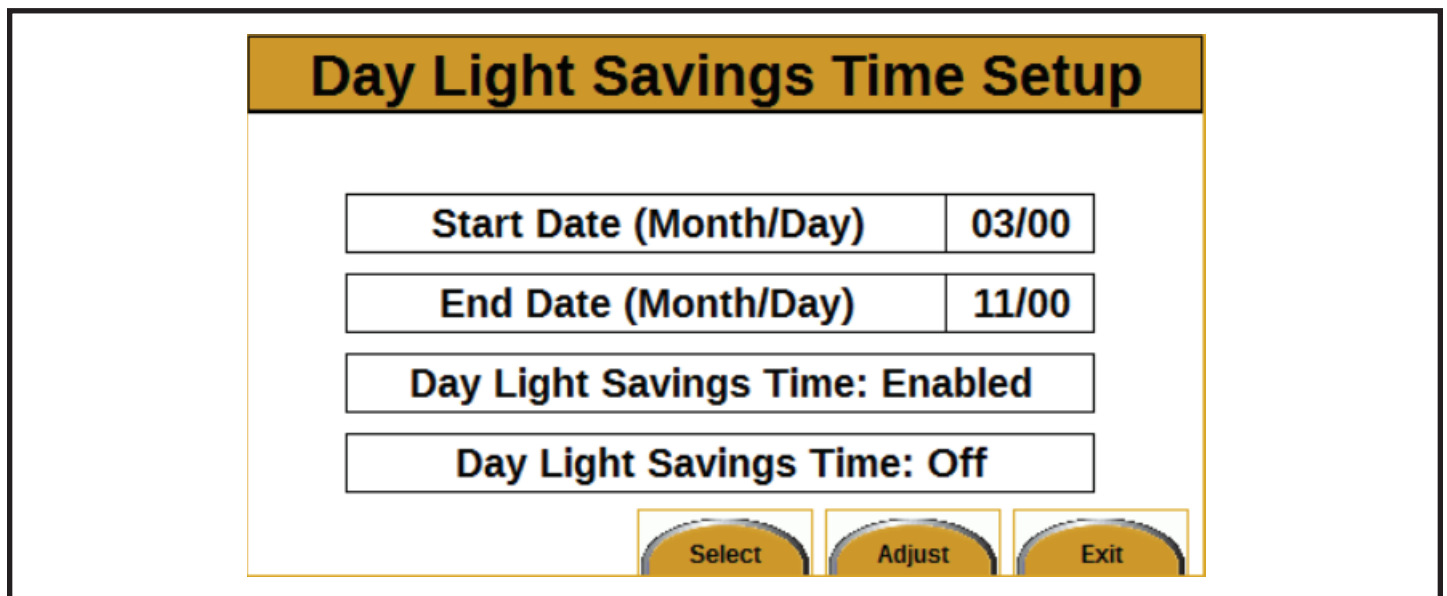

Figure 15
7. Appuyer sur le bouton Adjust (Ajuster). L'écran Day Light Savings Time Setup (Réglage Heure d'été) apparaîtra (see Figure 15).